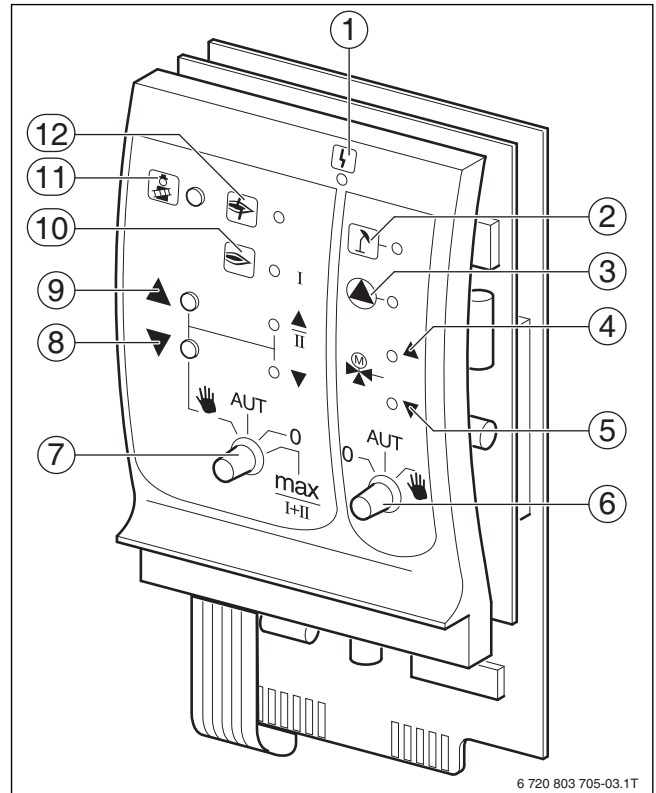

Рис. 11 ZM434
Если выключатели не стоят в положении автоматического режима, то на дисплей MEC2 выходит соответствующее сообщение, и загорается индикация о неисправности (рис. 11, [1]).
▶ Держите кнопку **Тест дымовых газов** (→ рис. 11, [11], стр. 11) несколько секунд нажатой.
Во время проведения теста дымовых газов попеременно мигают индикация о **неисправности** (→ рис. 11, [1], стр. 11) и **летний режим** (→ рис. 11, [2], стр. 11).
0, Рука и **max I+II** являются особыми положениями переключателя горелки (→ рис. 11, [7], стр. 11), которые разрешается устанавливать только специалистам сервисной фирмы, например, при отказе от управления или при проведении технического обслуживания.
0 и **Рука** являются особыми положениями переключателя котлового контура (→ рис. 11, [6], стр. 11), которые разрешается устанавливать только специалистам сервисной фирмы.